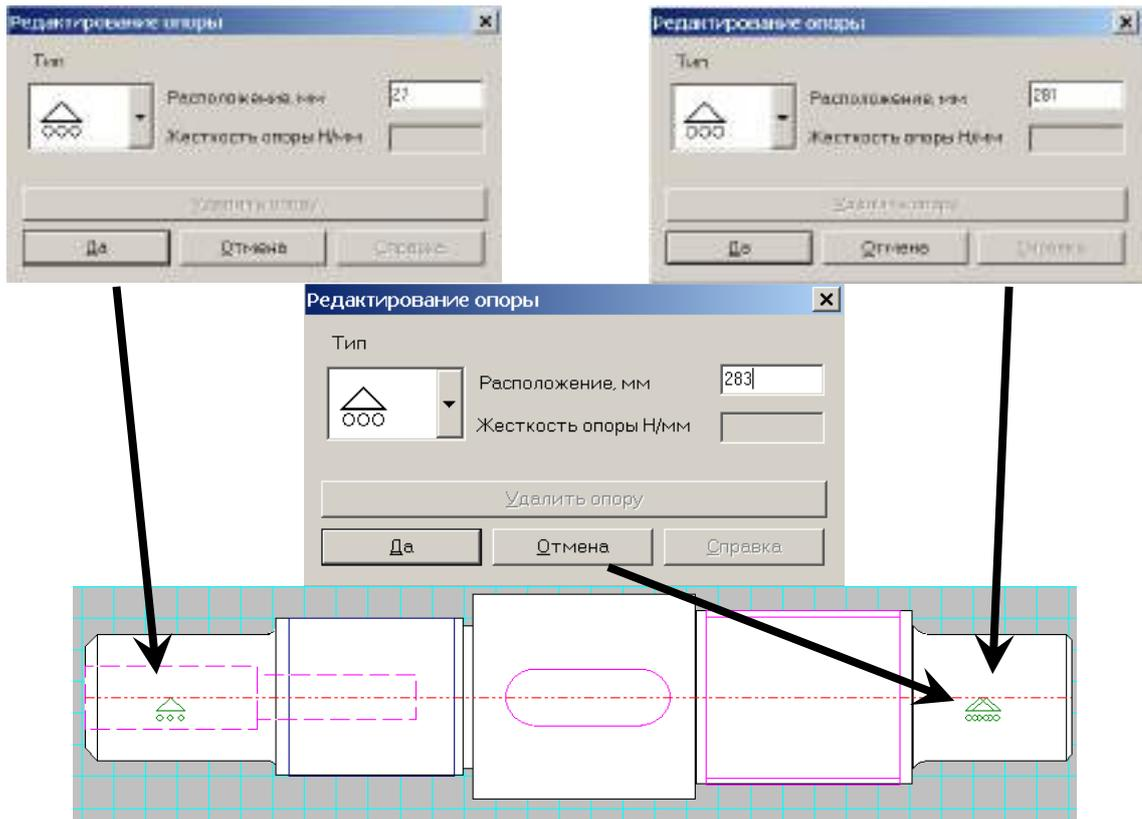

Рисунок 2.58
**Задание 9.** Задайте опоры вала (рисунок 2.58).